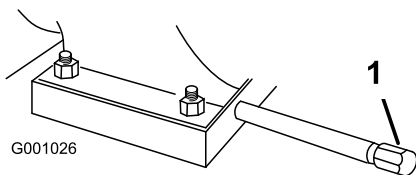

Рисунок 43
- Очистите поверхность вокруг пробки для слива масла (Рисунок 43).